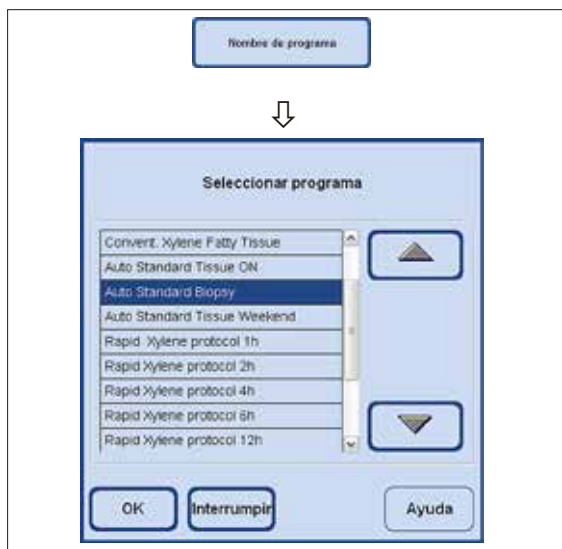

Fig. 189
- Pulsar la tecla **NOMBRE DE PROGRAMA**, se abre la ventana de selección **SELECCIONAR PROGRAMA** (fig. 189).